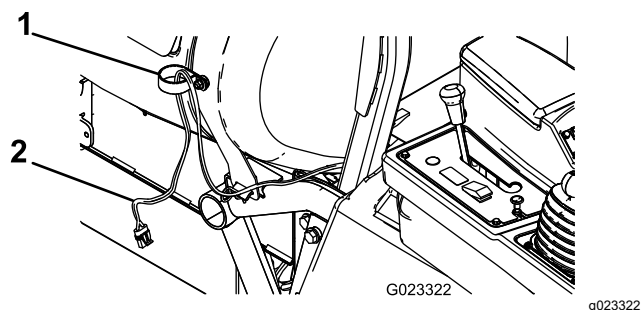

Figura 2
4. Sujete una abrazadera en R pequeña al perno de cuello cuadrado usando una tuerca con arandela prensada ($\frac{3}{8}$ "), como se muestra en la Figura 2.
5. Pase el extremo del arnés de cables que va al carrete de la manguera a través de la abrazadera en R, según se muestra en Figura 2.